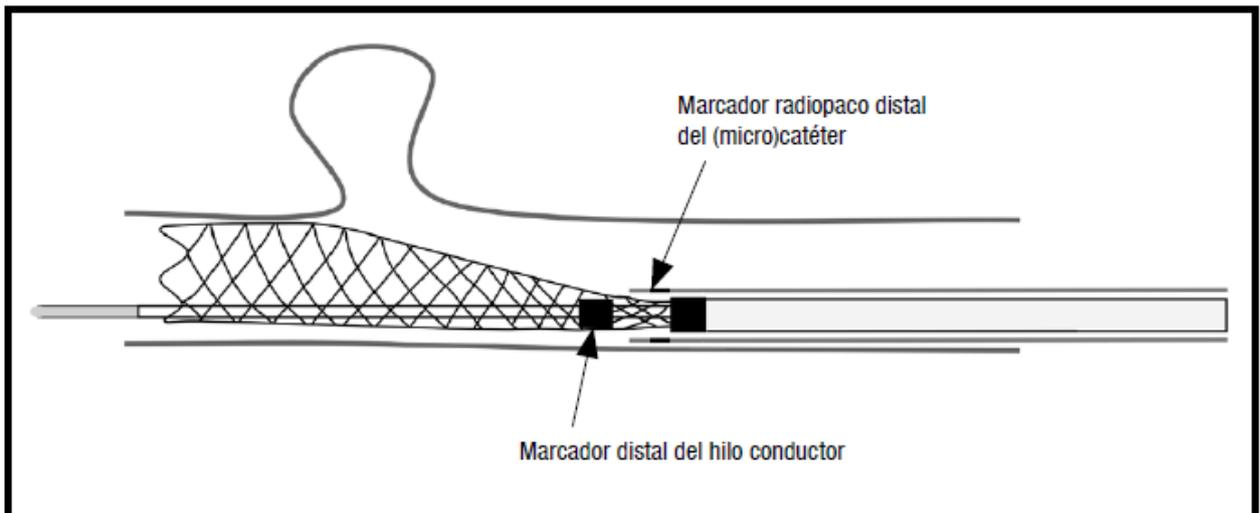

Fig. 7: Posición del (micro)catéter a partir de la cual ya no es posible reposicionar el DERIVO® 2 Embolisation Device
- ¡Si el marcador radiopaco distal del (micro)catéter ya se encuentra en posición proximal respecto al marcador distal del hilo conductor, ya no es posible el reposicionamiento (véase la fig. 7)!